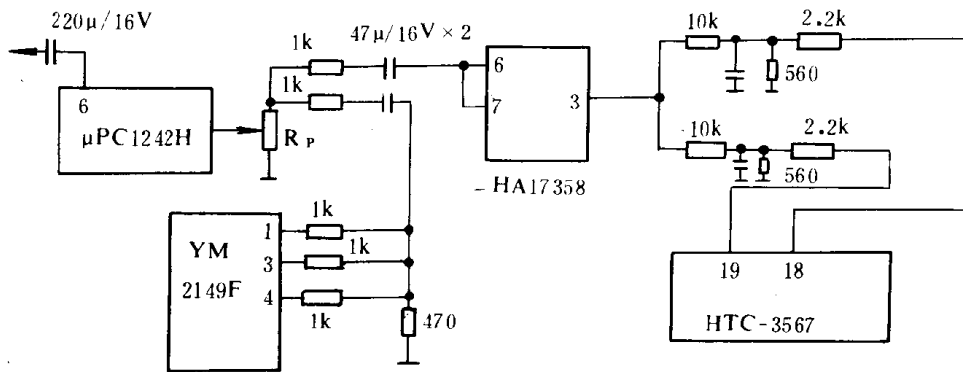

图 3.3.11 音乐合成及功放电路
②音乐合成及功放电路
音乐合成及功放电路如图 3.3.11 所示。音乐的节奏和音乐声分别从 HTC-3567 ($\mu M3567$)⑩和⑪送往两单元线性运算放大器 HA17358 ③,通过它的电压放大由电解电容器耦合到音量电位器 R_p 上,再经过 5.8W 单声道音频功率放大器 $\mu PC1242H$ 的功放,由管脚⑥送出。YM2149F 为电子音乐发生器,产生音响效果,也加到电位器 R_p 上,和音乐的节奏、音乐声一起进行功放。